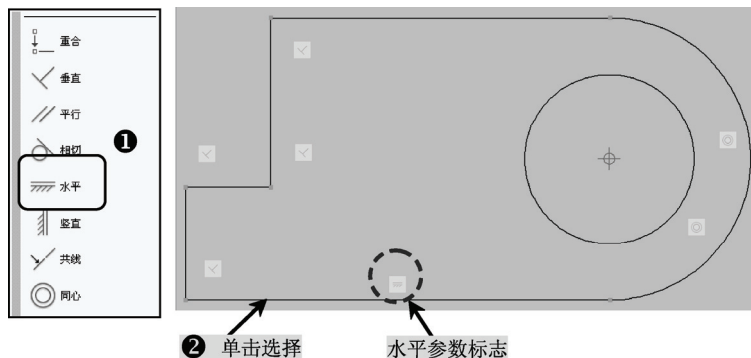

图 10-18 水平参数操作
7) 在块编写选项板上单击选择“几何约束”选项卡, 选择“水平”工具, 对图中所示的线段进行“水平”参数编辑, 如图 10-18 所示 (“水平”用于保证图形作为动态零部件插入时图形始终保持水平状态)。